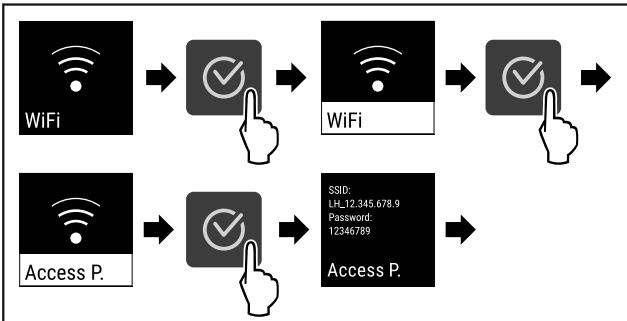

Fig. 85
- Провести етапи операцій (див. Fig. 85).